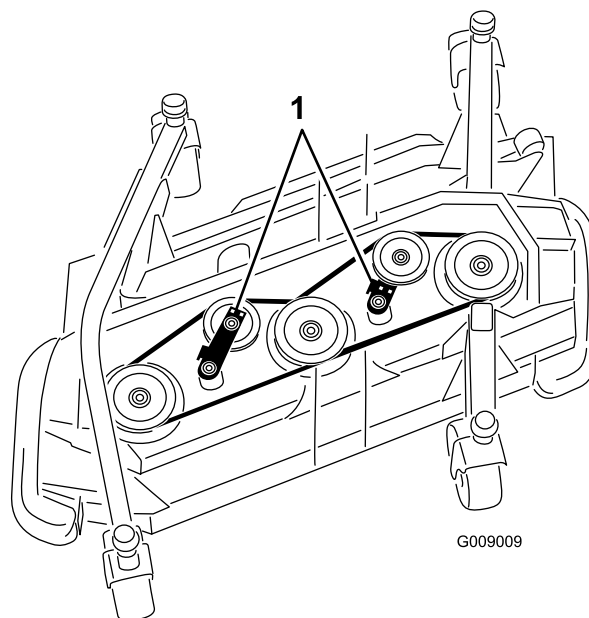

Figure 83
3. À l'aide d'une clé à cliquet ou d'un outil similaire, éloignez les poulies de tension (Figure 83) de la courroie d'entraînement pour détendre cette dernière et pouvoir la déchausser des poulies.